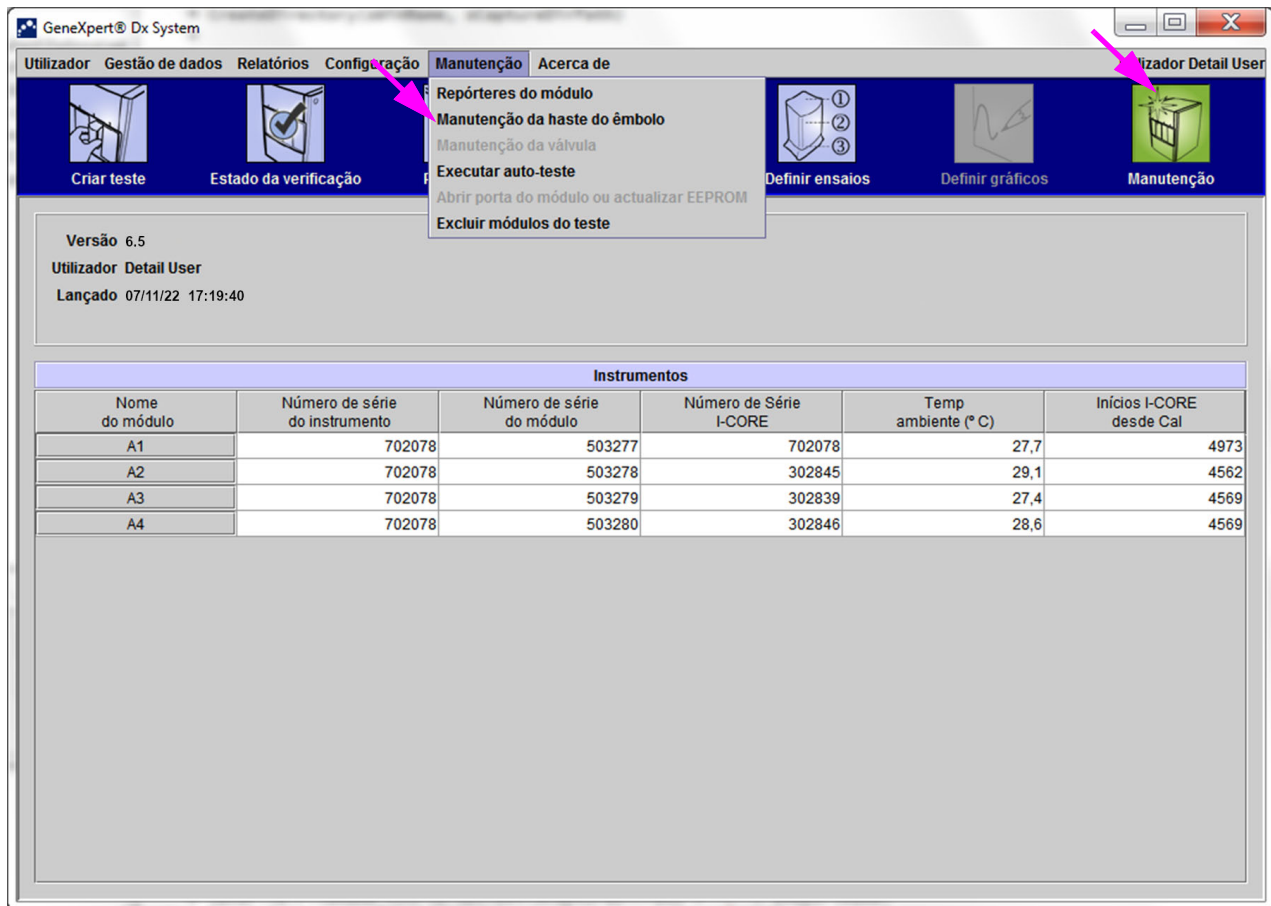
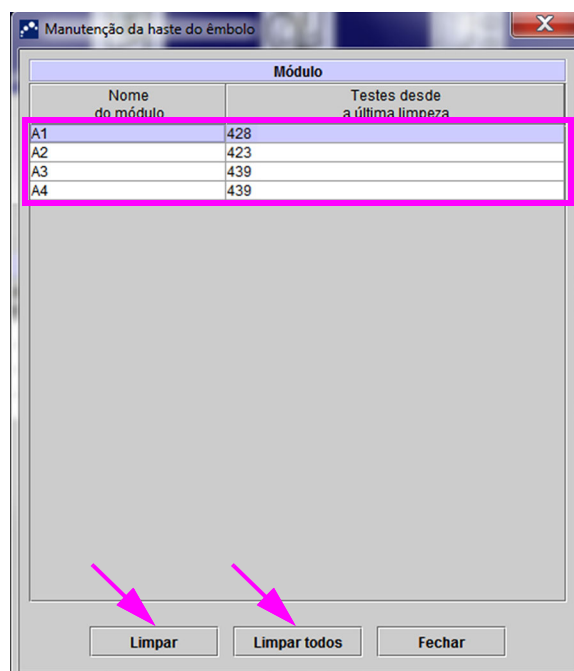

Figura 9-2. Janela GeneXpert Dx System
Figura 9-3. Caixa de diálogo Manutenção da haste do êmbolo
2. Na janela GeneXpert Dx System, clique no ícone **Manutenção** (consulte a figura 9-2). É apresentado o ecrã **Manutenção**.
3. Clique em **Manutenção** na barra de menus (consulte a figura 9-2) e seleccione **"Manutenção da haste do êmbolo"**. É apresentada a caixa de diálogo **Manutenção da haste do êmbolo**. Consulte a figura 9-3.
4. Na tabela **Módulo**, seleccione os módulos a limpar e, em seguida, seleccione **Limpar** ou **Limpar todos** (consulte a figura 9-3). É apresentada a caixa de diálogo Limpeza da haste do êmbolo (consulte a figura 9-4).